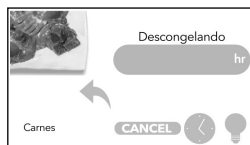

Figura 12
- Una vez elegida la opción, en la pantalla aparecerá la leyenda "Descongelando" (Figura 12).